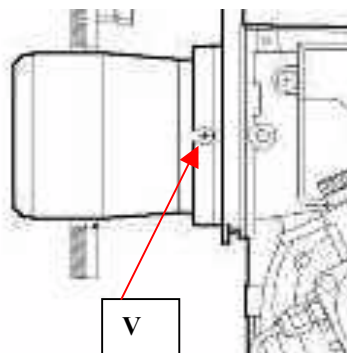

рис. 16
- снять головку горелки, открутив два винта "V" (рис. 16)